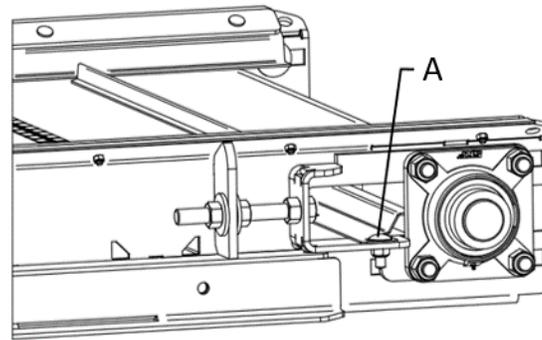

Figure 61 — Réglage du racloir du convoyeur
1. Desserrez les boulons situés de chaque côté du convoyeur (Figure 61, repère A).
3. Resserrez les boulons (Figure 61, repère A).